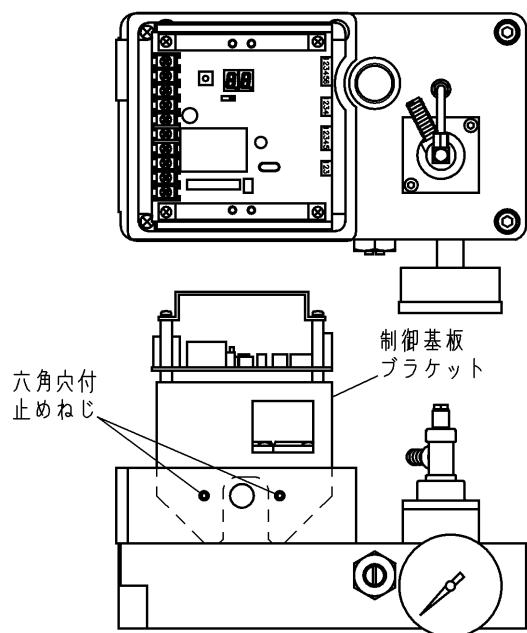

図 9
6. スペーサを固定している 3 本の十字穴付小ねじをゆるめて取り外します。(図 9)
4. スペーサを 3 本の十字穴付小ねじで固定します。(図 9)